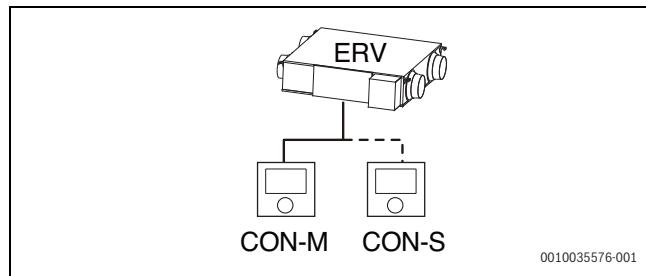

Fig. 16 Unité ERV autonome
- ERV unique contrôlé par un ou deux appareils de régulation (maître/esclave) (→ fig. 16).